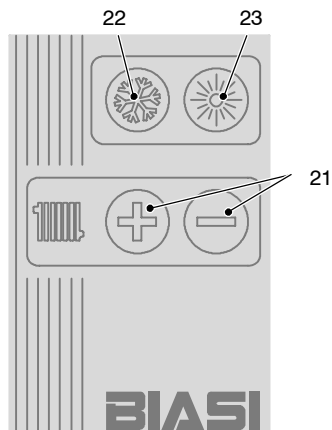

fig. 2.13
- 1 Se si desidera il funzionamento della caldaia in riscaldamento/sanitario, premere il tasto  (22 in fig. 2.13).
- 2 Se si desidera la sola produzione di acqua calda per uso sanitario, premere il tasto  (23 in fig. 2.13).
Premendo il tasto  (21 in fig. 2.13) in corrispondenza del simbolo  si ha un incremento di temperatura. Il valore viene visualizzato sul display. Premendo il tasto  (21 in fig. 2.13) in corrispondenza del simbolo  si ha un decremento di temperatura. Il valore viene visualizzato sul display.